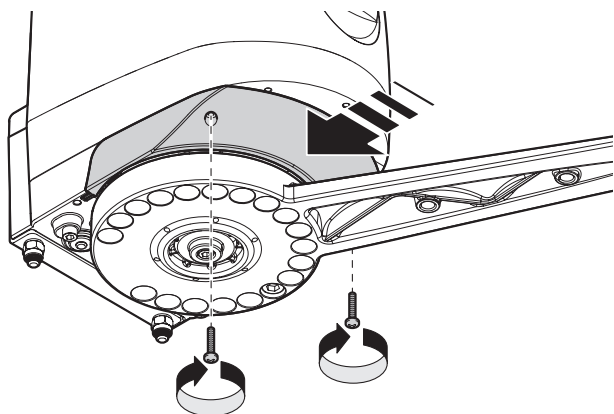

Abb. 19
08. Die Abdeckung wieder anbringen und die beiden Schrauben festziehen **Abb. 19**;